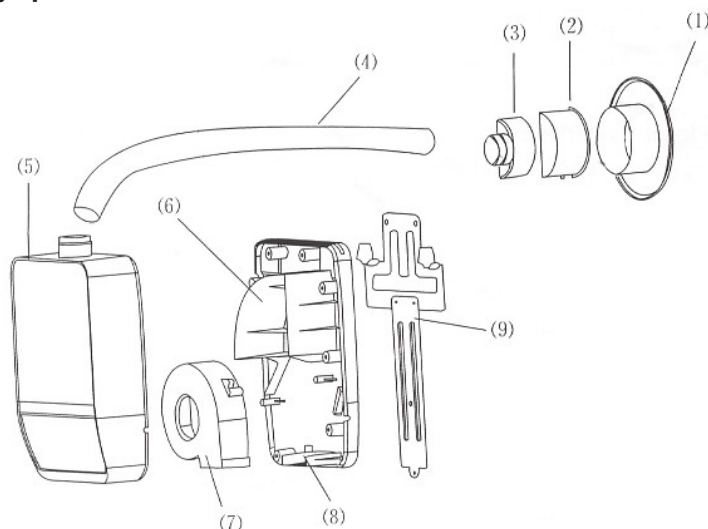

Рис. 5.3.1
Установка вытяжки воздуха HZ03 (рис. 5.3.1) представляет из себя устройство, состоящее из пластикового корпуса (передняя панель поз. 5 и задняя панель поз. 8), центробежного вентилятора (поз.7), монтажной панели (поз. 9) и воздуховыпускной трубы (поз. 4) с адаптером (поз. 3), корпусом решетки (поз. 2) и гильзой монтажной (поз.1). Электропитание осуществляется через блок питания (поз. 6).
- В корпус решетки устанавливается адаптер поз. 3 (рис. 5.3.1), в который подключается воздухозаборная труба поз. 4.
- Внимание! Нарастивать воздухоотводящую трубу поз. 4 (рис. 5.3.1) не допускается.